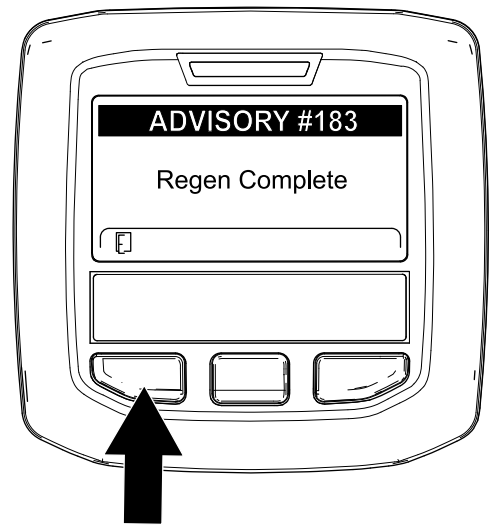

Figura 80
9. Quando o computador do motor conclui uma regeneração em estacionamento ou de recuperação, o InfoCenter apresenta o AVISO N.º 183 (Figura 80). Prima o botão esquerdo para sair para o ecrã inicial.
Nota: Se a regeneração não for concluída, o InfoCenter apresenta o Aviso n.º 184 (Figura 80). Prima o botão esquerdo para sair para o ecrã inicial.